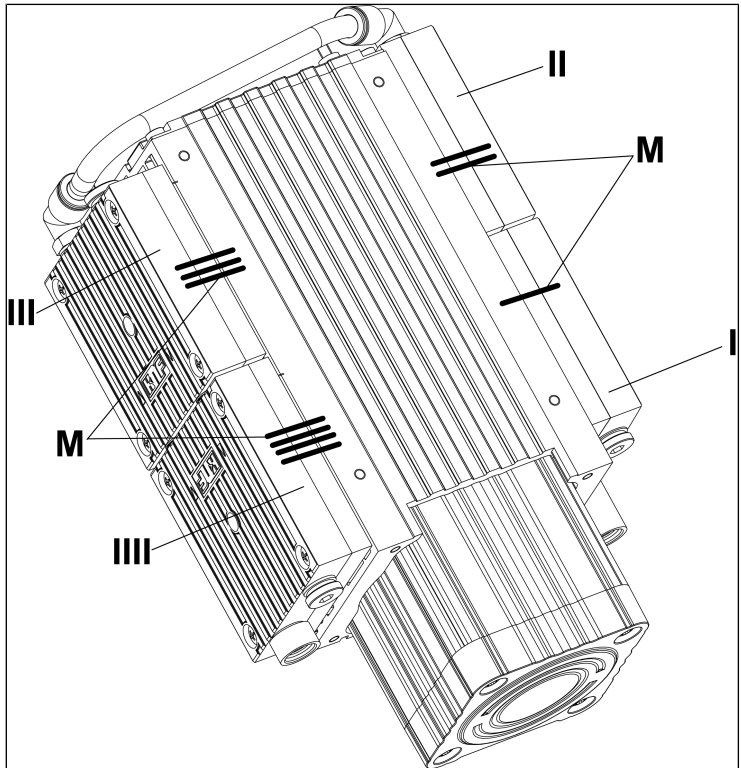
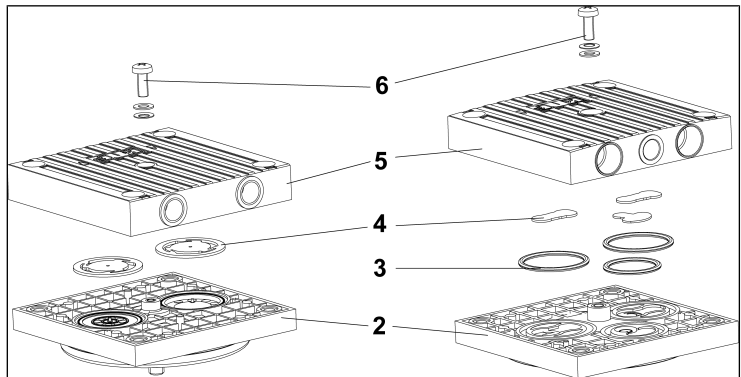

Abb.6: Markierung der Pumpe
Abb.9: Explosionsdarstellung des Pumpenkopfs
3. Kopf 1 (I/Abb. 6):
4. Kopf 2 (II/Abb. 6):
5. Kopf 3 (III/Abb. 6):
6. Kopf 4 (IIII/Abb. 6):
9. Lösen Sie an beiden Köpfen jeweils die Kopfschraube (6/ Abb. 9) im Kopfdeckel (5/Abb. 9).
10. Nehmen Sie den Kopfdeckel von der Zwischenplatte (2/ Abb. 9) ab.
1. Entnehmen Sie von den Zwischenplatten (2/Abb. 9) die Ventile (4/Abb. 9).
Entnehmen Sie die O-Ringe (3/Abb. 9).
3. Legen Sie die neuen Ventile (**4/Abb. 9**) in die Zwischenplatten (**2/Abb. 9**) ein.
Legen Sie die neuen O-Ringe (**3/Abb. 9**) in die Zwischenplatten (**2/Abb. 9**) ein.
5. Legen Sie die Kopfdeckel (**5/Abb. 9**) auf die Zwischenplatten (**2/Abb. 9**) entsprechend den Filzstiftmarkierungen (**M/Abb. 6**) auf.
6. Ziehen Sie an beiden Köpfen jeweils die Kopfschraube des Kopfdeckels (**6/Abb. 9**) vorsichtig, leicht und handfest an (Anziehdrehmoment: 60 Ncm).
5. Führen Sie die Schritte 6-8 (Pumpenkopf abmontieren), sowie die Schritte 1-6 (Ventilplatten wechseln und Zwischenplatten montieren) und die Schritte 1-4 (Membranen wechseln und Pumpenkopf montieren) für die Köpfe 3 und 4 (III und IIII/Abb. 6) durch.